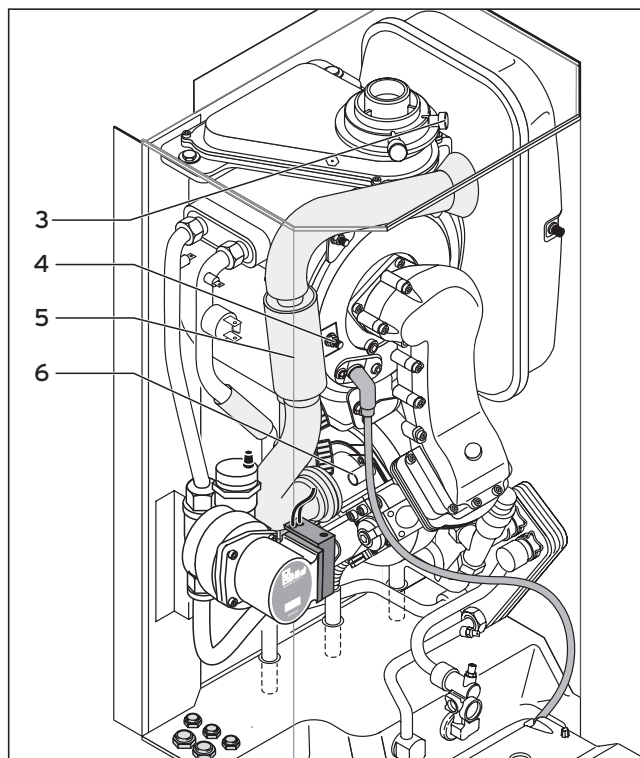

Abb. 5.4 CO₂-Messung durchführen, Luftzahl-Einstellung vorbereiten
- Messen Sie den CO₂-Gehalt am Abgasprüfstutzen (3) (Abb. 5.4). Vergleichen Sie den Messwert mit dem entsprechenden Wert in Tab. 5.3.
- Ist eine Einstellung des Abgaswertes erforderlich, lösen Sie die Schraube (4) und klappen Sie das Luftansaugrohr (5) um 90° nach vorne (Abb. 5.4). Das Luftansaugrohr nicht abnehmen!